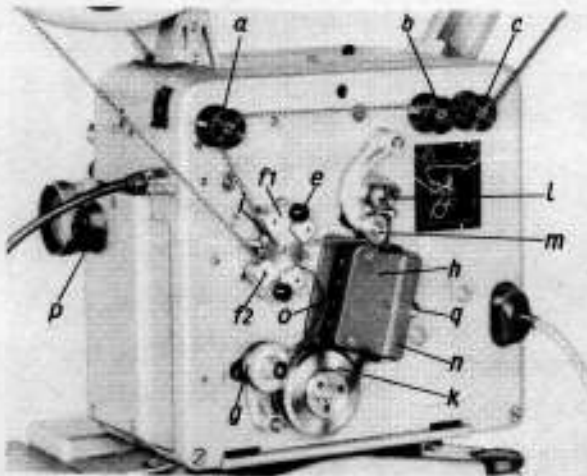

Bild 9
Der Filmlauf ist aus Bild 9 ersichtlich.
- 1) Oberen und unteren Andruckrollenhalter (f_1 und f_2 im Bild 9) durch Druck auf die Auslöseknöpfe (e) öffnen.